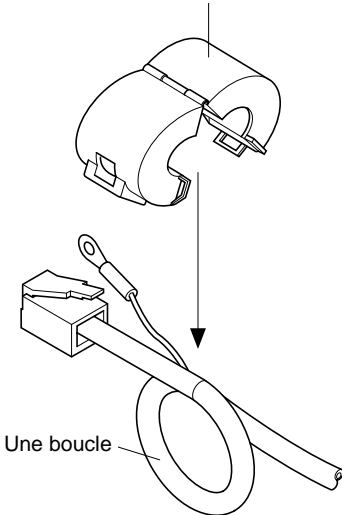

Figure 3-1
■ Le tore de ferrite est normalement ouvert à la livraison, comme le montre la figure 3-1.